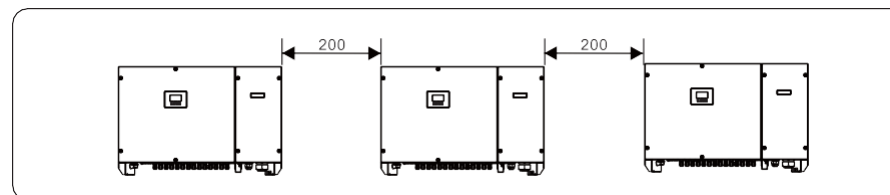
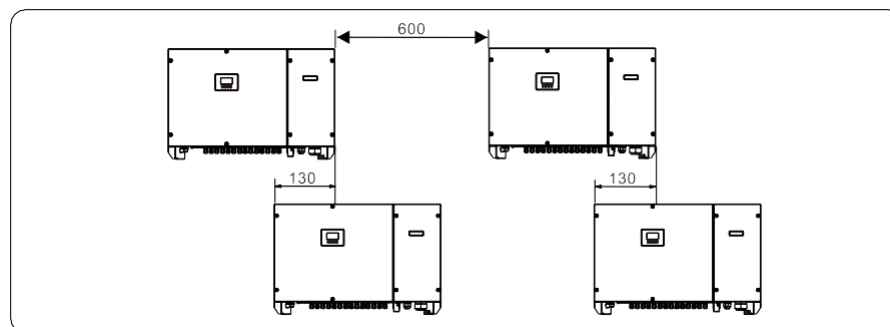

Figura 4.5 Installazione lungo la stessa linea (unità: mm)
Figura 4.6 Installazione in modalità impilata
- c. Quando si installano più inverter, se è disponibile spazio sufficiente, installarli lungo la stessa linea (come mostrato nella Figura 4.5). Se non è disponibile spazio sufficiente, installarli in modalità triangolo o in modalità impilata (come mostrato nella Figura 4.6). Le modalità di installazione garantiscono uno spazio sufficiente per l'installazione e la dissipazione del calore.